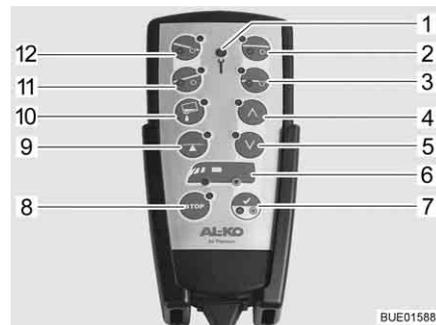

Fig. 15 Telecomando (sospensione pneumatica)
- Avviare l'accensione. La spia di controllo (Fig. 15,1) si accende brevemente.
Se entrambi i LED degli assi (Fig. 15,6) sono accesi, il veicolo si trova sul livello di marcia.